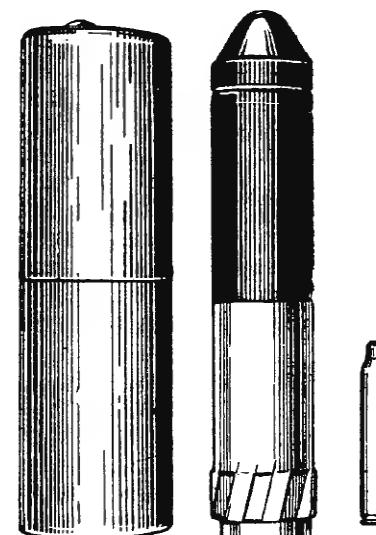

Рис. 66. Общий вид малой ружейной бронебойной гранаты G. Pzgr., вышибного патрона и футляра
6. Малая ружейная бронебойная граната G. Pzgr. (рис. 66)